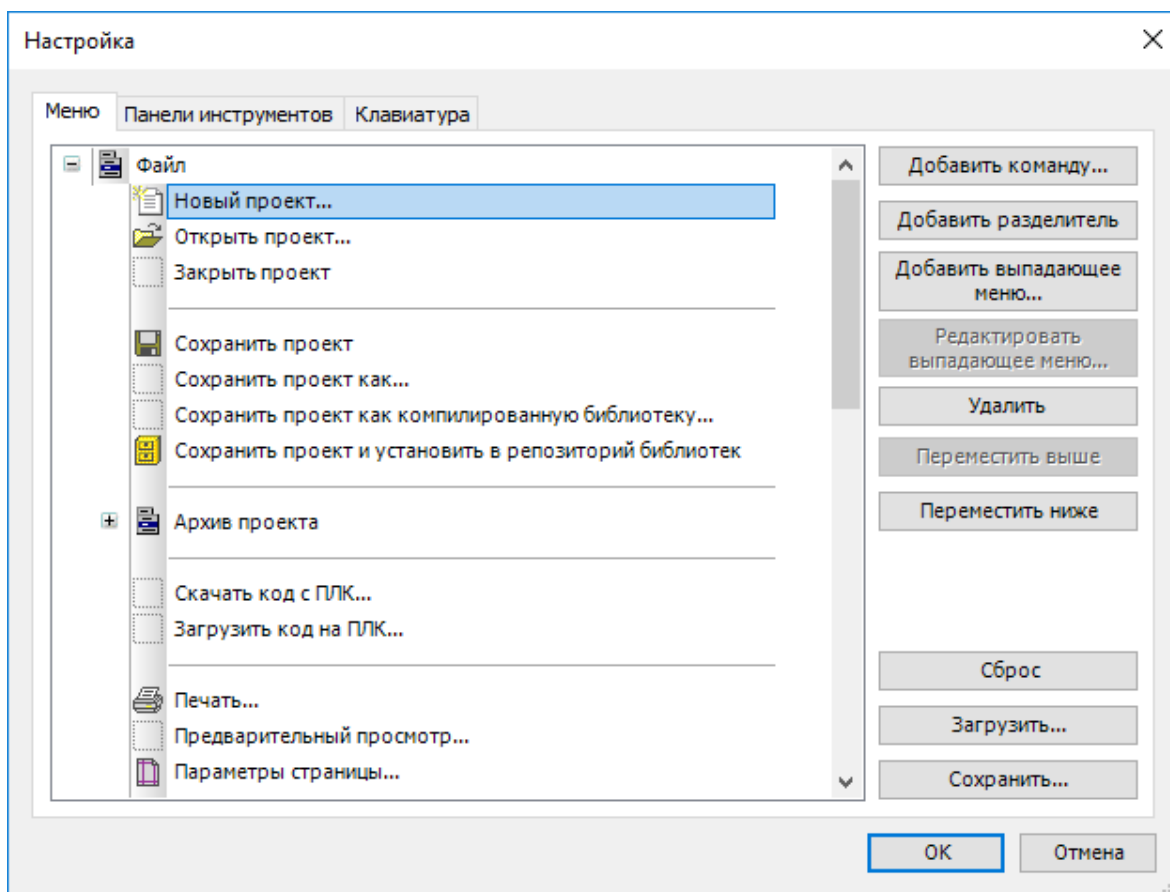

Рисунок 12 – Окно настройки основного меню и панели инструментов
- рядом с пунктом **Файл** нажмите кнопку , в открывшемся списке поставьте курсор на пункт **Новый проект...** Станет активной кнопка **Добавить команду...** (Рисунок 12);